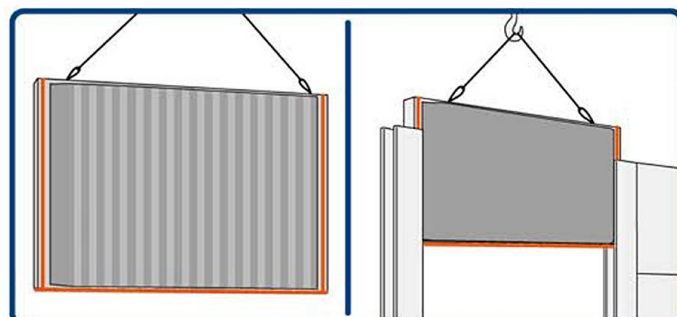

Fig 03
c. Glisser le panneau entre les H (Fig 03)